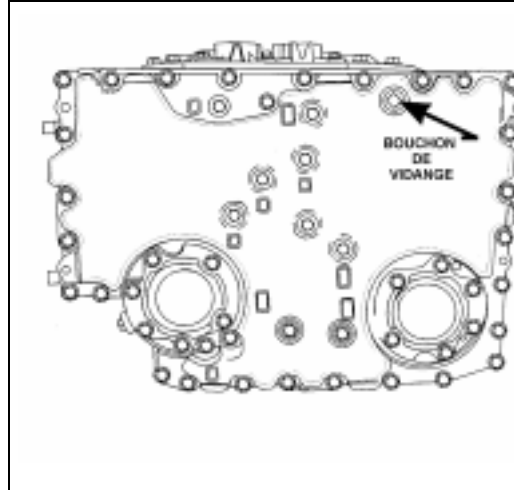

figure1: transmission automatique
3. Localiser le bouchon de vidange d'huile situé sur le côté de la transmission automatique(figures 1).